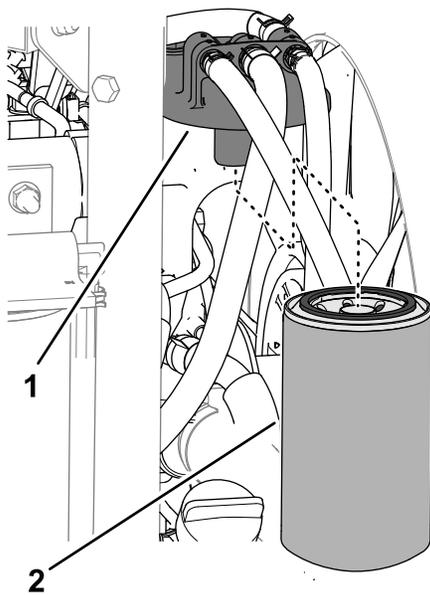

Рисунок 121
2. Очистите поверхность вокруг головки топливного фильтра (Рисунок 121).
3. Снимите фильтр и очистите монтажную поверхность головки фильтра (Рисунок 121).